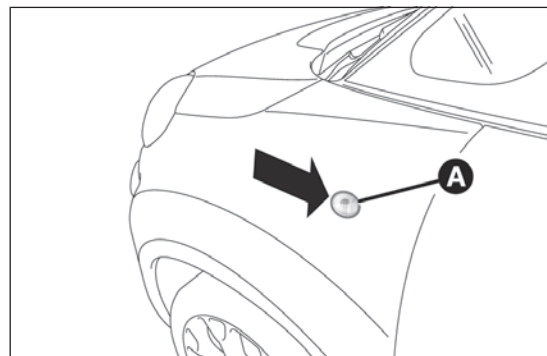
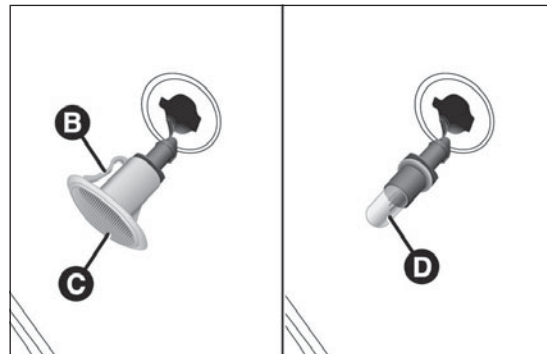

fig. 177
fig. 178
- ☐ intervenir en el aplique transparente A fig. 177 de forma que se comprima la ballestilla interior B fig. 178, a continuación extraer el grupo hacia el exterior;